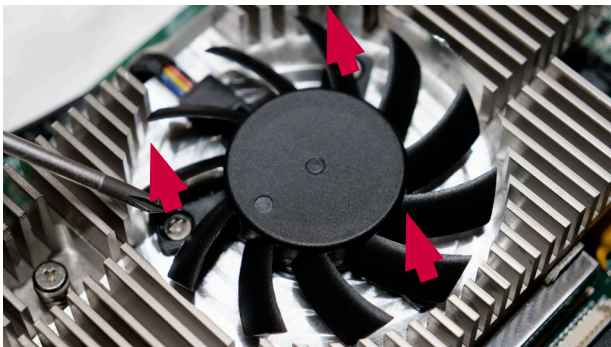

Figure 29 - Retrait des vis du ventilateur
b) Dévisser les trois vis qui maintiennent le ventilateur en place (Figure 29)
- f) **Insérer et visser les trois vis (couple de serrage max. 0,3 Nm) qui maintiennent le ventilateur en place (voir Figure 29)**